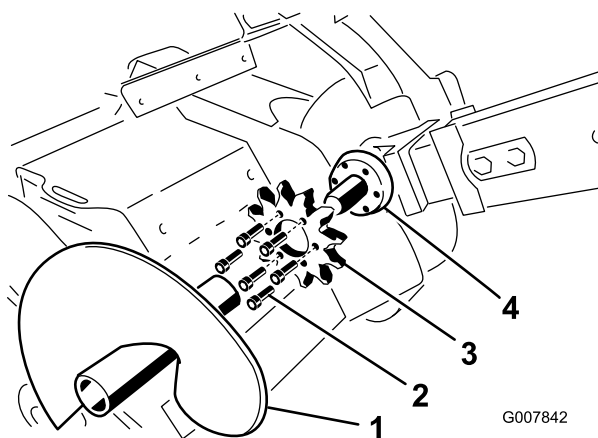

Bild 65
4. Entfernen Sie die Schuttschnecke (Bild 65).
9. Entfernen Sie die 6 Schrauben, mit denen das Antriebskettenrad befestigt ist (Bild 65)
10. Entfernen und entsorgen Sie das Antriebsrad (Bild 65).
11. Reinigen Sie die Montagefläche des Antriebsrad an der Grabenfräse (Bild 65).
12. Schieben Sie das neue Antriebsrad auf die Welle (Bild 65).
13. Drehen Sie die sechs Schrauben handfest in das Antriebsrad (Bild 65).